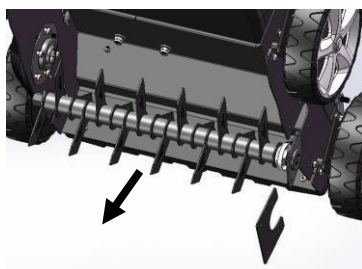

Fig.11B
- Retirar os quatro parafusos. (Fig. 11B)